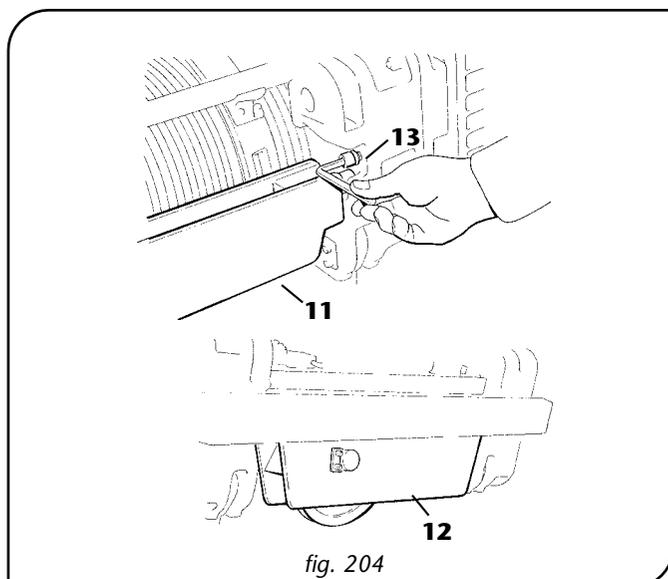

fig. 204
11. Remettre en place l'ensemble attache-câble -11- et, pour les palans à 4 brins, l'ensemble attache-câble avec poulie -12-, en réintroduisant les vis de sécurité -13- et en les serrant à fond (fig. 204).